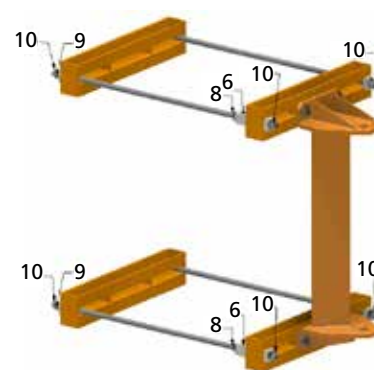

fig.42
8. Apriete las tuercas de bloqueo traseras 9 de los tirantes y bloquéelos por medio de una llave dinamométrica, aplicando los pares de apriete (vea la tabla de la pág. 17) previstos dependiendo del diámetro de los tirantes; asegure sucesivamente las tuercas contra el desenroscado, con las tuercas de seguridad correspondientes 10 (fig. 42).